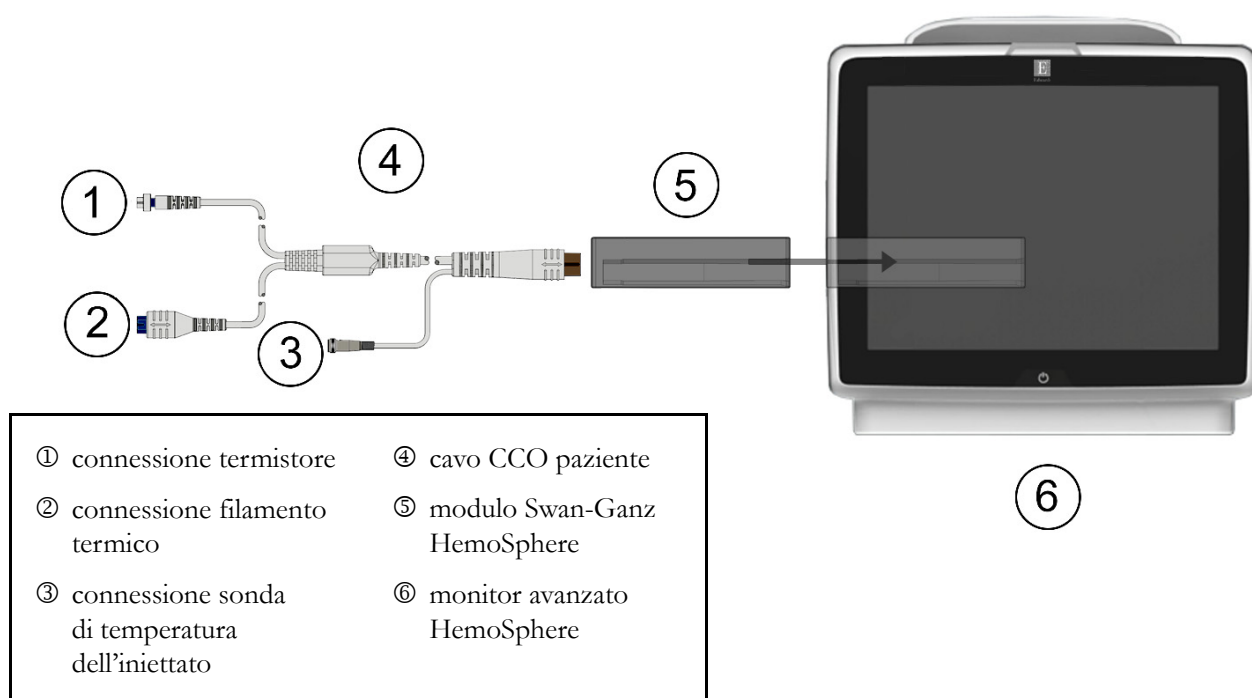

Figura 4-1 Panoramica della connessione di monitoraggio del modulo Swan-Ganz HemoSphere
Fare riferimento alla figura 4-1 per le connessioni di monitoraggio del modulo Swan-Ganz HemoSphere.
- 9 Collegare le connessioni del termistore ① e del filamento termico ② del catetere CCO Swan-Ganz (figura 4-1) al cavo CCO paziente.
- 9 Collegare la connessione del termistore del catetere Swan-Ganz (①, figura 4-1) al cavo CCO paziente.
- 10 Collegare la sonda di temperatura dell'iniettato al connettore della sonda di temperatura dell'iniettato ③ sul cavo CCO del paziente. Il tipo del sistema di iniezione (in linea o a immersione) viene rilevato automaticamente.
- 9 Collegare le connessioni del termistore ① e del filamento termico ② del catetere volumetrico Swan-Ganz (figura 4-1) al cavo CCO paziente.